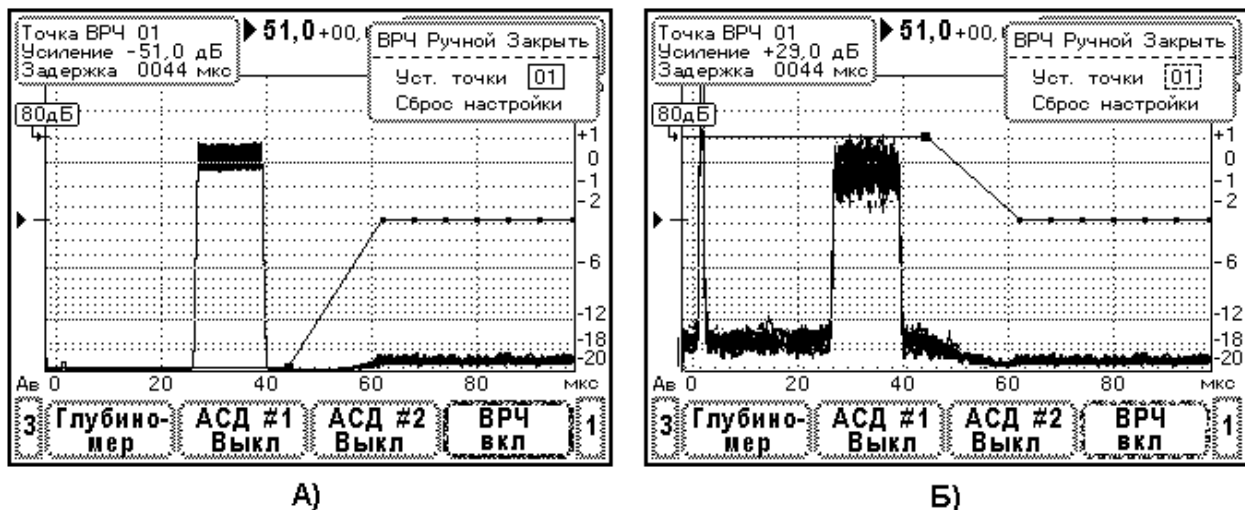

Рис.10.6.8.1. Вид тест-сигнала на экране дефектоскопа при определении динамического диапазона ВРЧ.
3. Включите систему ВРЧ дефектоскопа. В меню «Настройка» - «ВРЧ» в верхнем элементе установите «ВКЛ», затем в нижнем элементе меню выберите стиль ВРЧ «Ручной» и перейдите в режим редактирования кривой ВРЧ. Вид меню показан на Рис.10.6.8.1. Далее удалите действующую настройку ВРЧ путем выбора элемента меню «Сброс настройки». В результате коррекция усиления во всех точках ВРЧ устанавливается в ноль. Точки ВРЧ группируются в пределах экрана прибора. Если необходимо, с помощью образцового аттенюатора проведите подстройку амплитуды тест-сигнала на уровень 0дБ по экрану.
4. Определение нижней границы динамического диапазона ВРЧ. Выберите точку ВРЧ 01. Установите положение данной точки за тест-сигналом. Уменьшайте до предела усиление в точке ВРЧ 01. Затем, изменяя ослабление образцового аттенюатора, установите амплитуду тест-сигнала на уровень 0дБ по экрану. Вид экрана дефектоскопа после выполнения указанных операций представлен на Рис.10.6.8.1.А. Зафиксируйте ослабление образцового аттенюатора K_n [дБ].
5. Определение верхней границы динамического диапазона ВРЧ. Увеличивайте до предела усиление в точке ВРЧ 01. Затем, изменяя ослабление образцового аттенюатора, установите амплитуду тест-сигнала на уровень 0дБ по экрану (Рис.10.6.8.1.Б). Зафиксируйте ослабление образцового аттенюатора K_v [дБ].